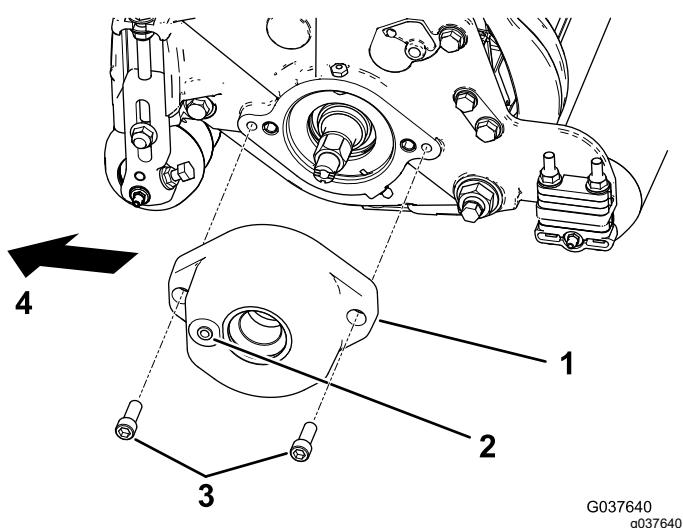

Figure 4
- 2. Kit modèle 133-0158 pour Reelmaster 5010 à unités de coupe de 18 cm seulement :** montez le carter de la brosse sur le logement de roulement de cylindre avec 2 boulons à tête hexagonale creuse ($\frac{3}{8}$ " x 1") ; voir Figure 4.